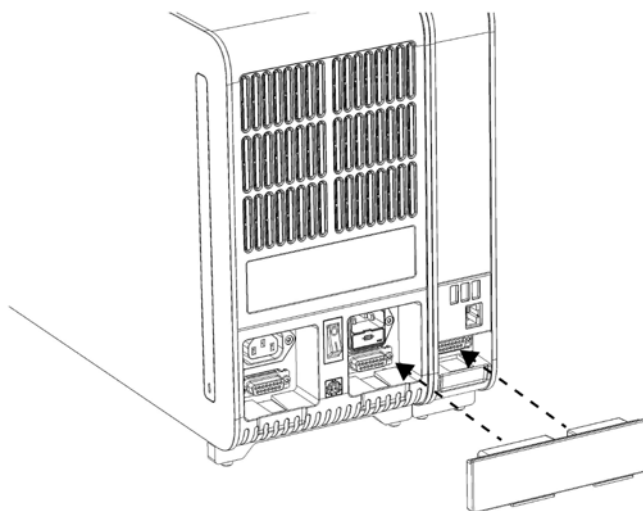

Рис. 8. Подсоединение моста для аналитического/рабочего модуля.
5. Подсоедините мост для аналитического/рабочего модуля на задней стороне QIAstat-Dx Analyzer 1.0, чтобы соединить рабочий и аналитический модули (рис. 8).